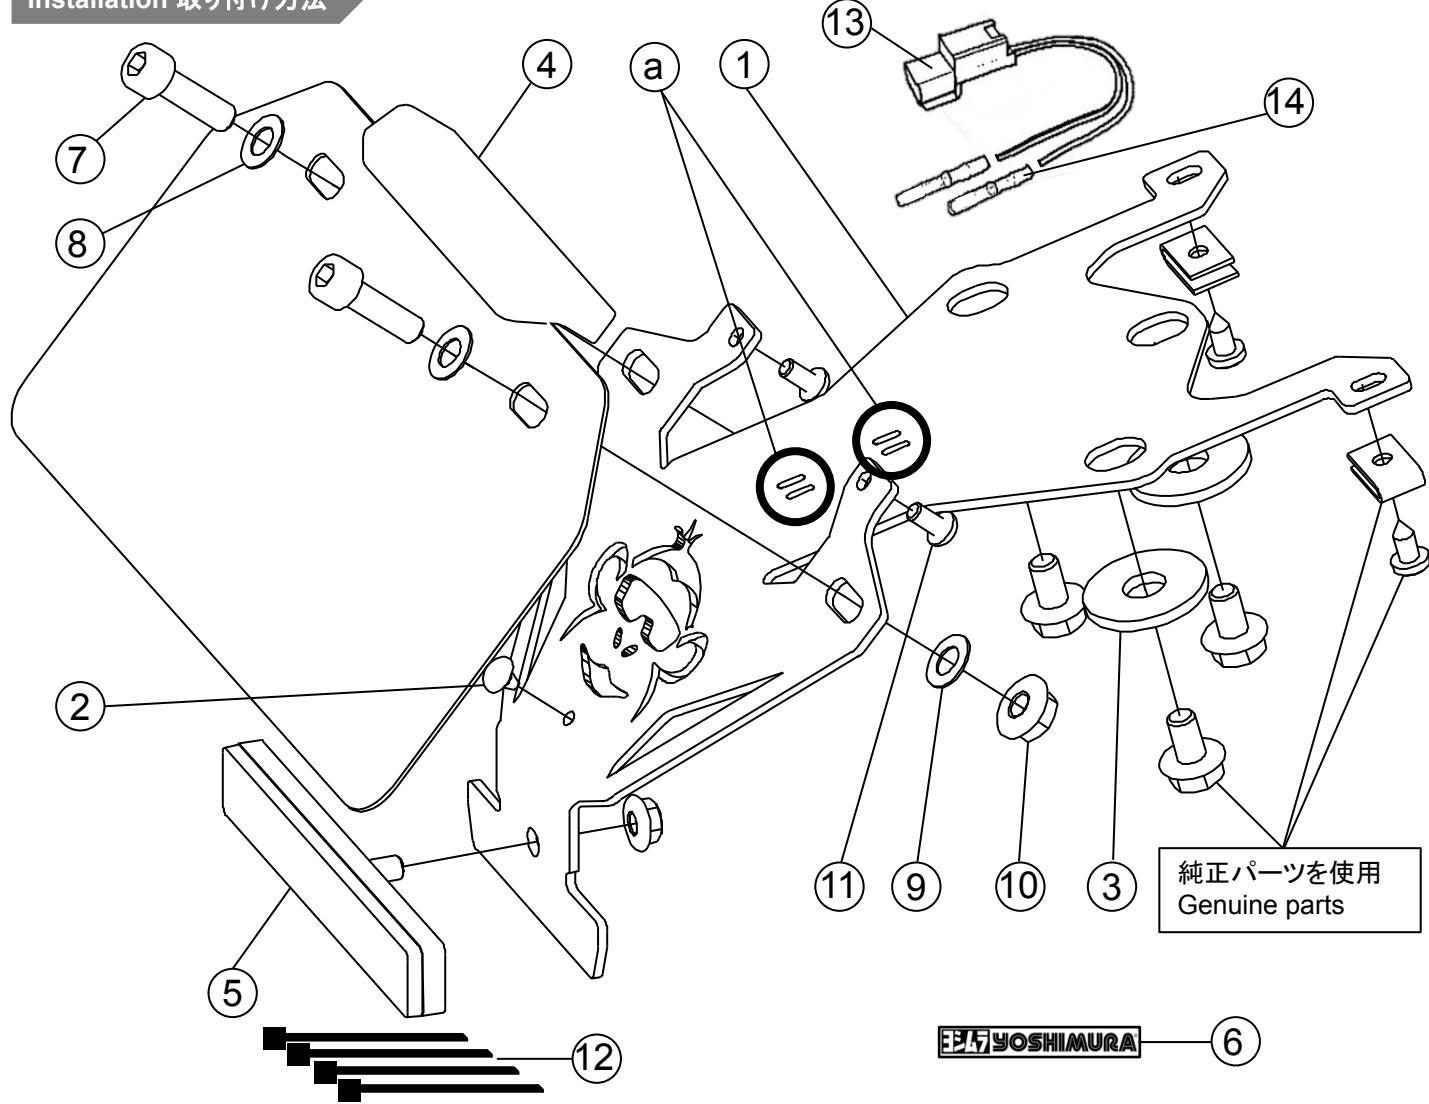
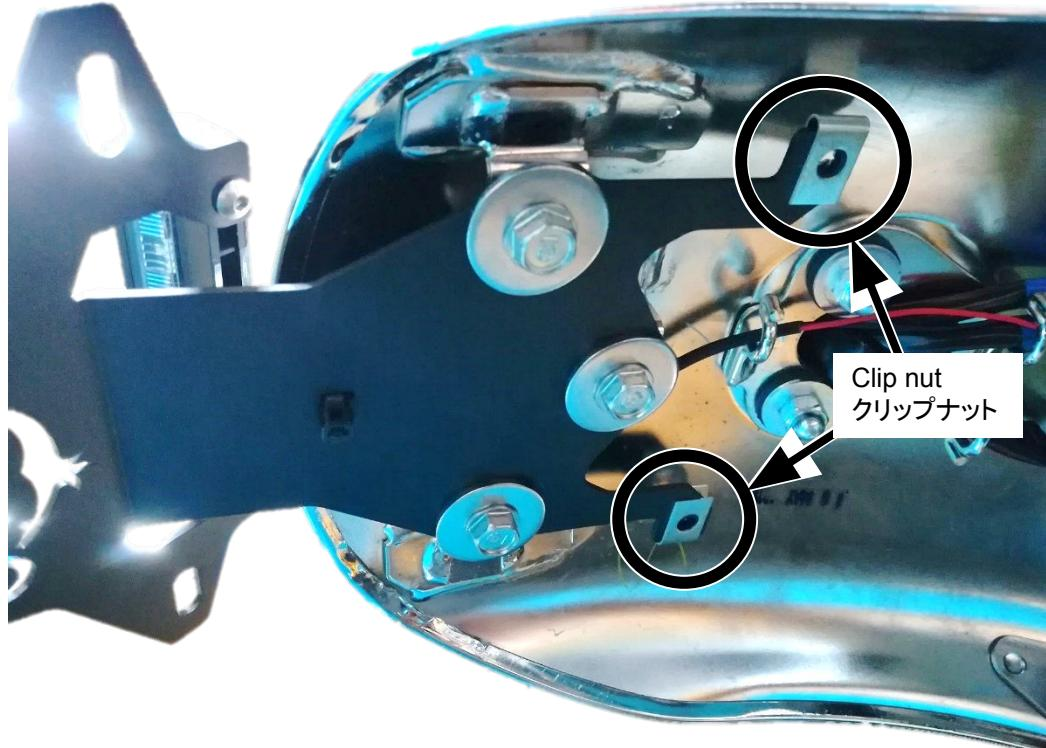

Fig.1 Exploded view 分解図
Fig. 7 Installation image
- Remove 2 of clip nut from genuine rear fender A and referring to the Fig. 7, reinstall them on Base Bracket ①.
- Referring to the Fig. 1 and 7, assemble all the parts and install them on the vehicle.
- Reconnect wirings and check LED License Lamp ④ and turn signals are working correctly.
- Put Zip Tie 150 ⑫ through slit ⑬ which is shown on the Fig. 1 and fix wiring of LED License Lamp ④ while having enough clearance with genuine rear fender B.
- 純正フェンダーAについているクリップナット取り外し、図7を参照しベースブラケット①に取り付けます。
- 他の部品取り付けは図1、図7を参照して行ってください。
- 純正リアフェンダーBとナンバー灯④の配線が接触しないよう、図1の a部の穴を利用しタイラップ⑫で調節してください。